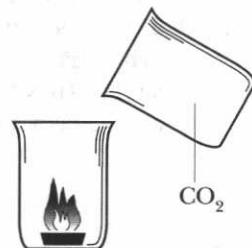

Рис. 52. Переливание оксида углерода (IV)
Оксид углерода (IV) CO_2 , или углекислый газ, – бесцветный газ, без запаха, малорастворимый в воде, в 1,5 раза тяжелее воздуха, поэтому его можно «переливать» из одного стакана в другой (рис. 52), не поддерживает горение и дыхание.